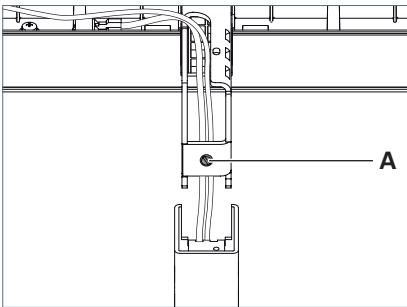

Fig. 16: Leuchtenkopf justieren.
- ▶ Um den Leuchtenkopf etwas anzuheben, drehen Sie die Justierschraube **A** eine Umdrehung gegen den Uhrzeigersinn, siehe Fig. 16.